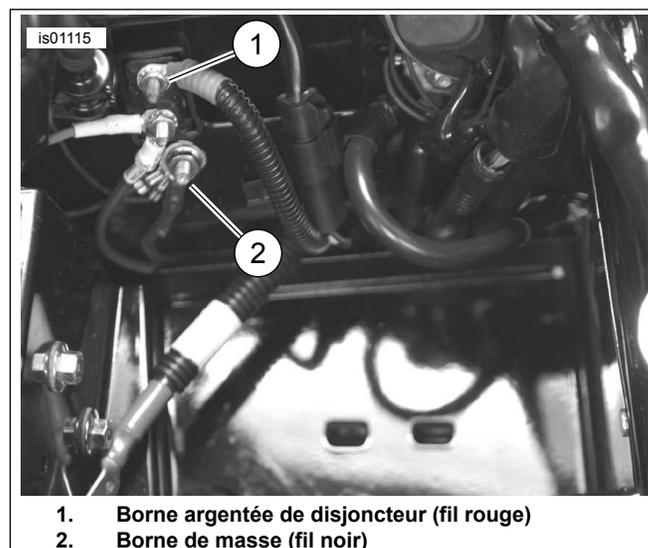

Figure 3. Connexions (avec batterie retirée), modèles Touring de 2003 ou plus anciens (FLHTCU de 2003 illustré)
3. Voir Figure 3. Couper le fil noir du faisceau de fils du récepteur satellite de façon à atteindre facilement le goujon de masse (2) situé sous le disjoncteur dans la cage de la batterie sous la selle.